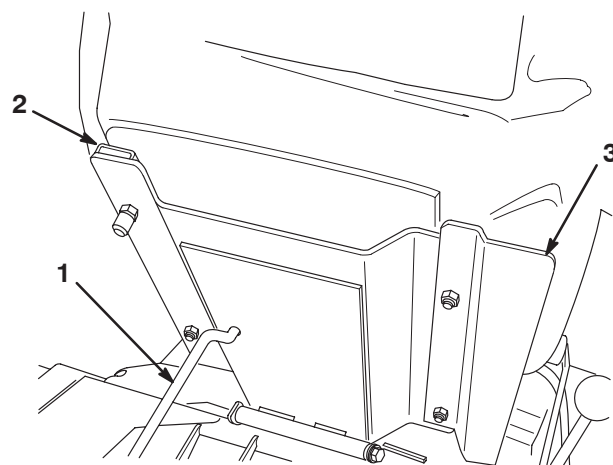

Figure 6
3. Fixez le siège, le panneau de siège et les glissières de siège au support de siège avec les contre-écrous (5/16 pouce) (Fig. 6) fournis avec les pièces séparées. Montez le panneau de siège du côté droit, en le positionnant comme illustré à la Figure 6.